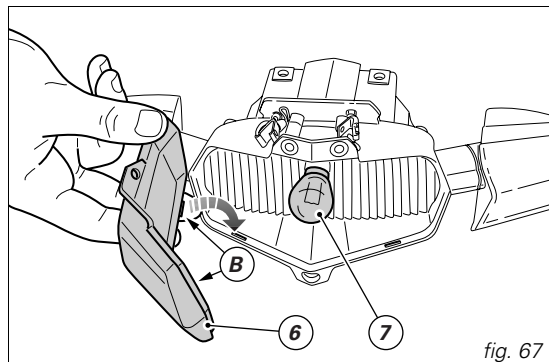

fig. 67
Sfilare la lampada (7) spingendola e ruotandola in senso antiorario e sostituirla (fig. 67).